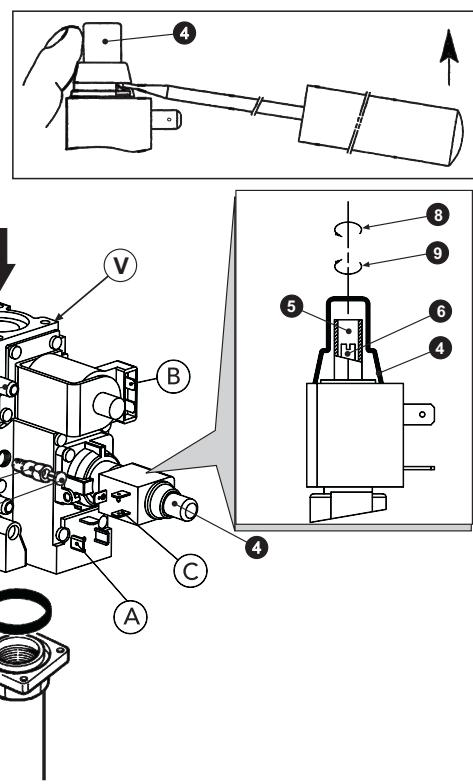

рис. 4 - Перенастройка котла на другой вид газа
Операции регулировки давления должны выполняться при работающем котле с помощью соответствующих регуляторов, установленных на 2-ступенчатых газовых клапанах (см. рис. 4).
3. Снимите защитную крышку регулятора давления 4 на рис. 4.
1. Медленно поверните ручку регулировочного терmostата по часовой стрелке до 1-го щелчка; таким образом обеспечивается подача газа в отверстия А и В газового клапана (см. рис. 4).
2. Регулируйте давление с помощью винта 6 на рис. 4 и проверьте его на соответствие со значениями, приведенными в таблице технических данных на sez. 5.3.
1. Поверните ручку терmostата регулировки до максимума; таким образом обеспечивается подача газа в отверстия А, В и С газового клапана (см. рис. 4).
2. Регулируйте давление с помощью винта 5 на рис. 4 и проверьте его на соответствие со значениями, приведенными в таблице технических данных на sez. 5.3.
2. Снимите с газового клапана маленький колпак 3 (рис. 4), установите на клапан регулятор "STEP" зажигания 2, находящийся в комплекте переналадки, и наденьте на него колпак 3.
Осуществляется выполнением описанных выше операций, сняв регулятор зажигания "STEP" 2 на рис. 4 с газового клапана и установив колпак 3 на рис. 4 непосредственно на клапан.